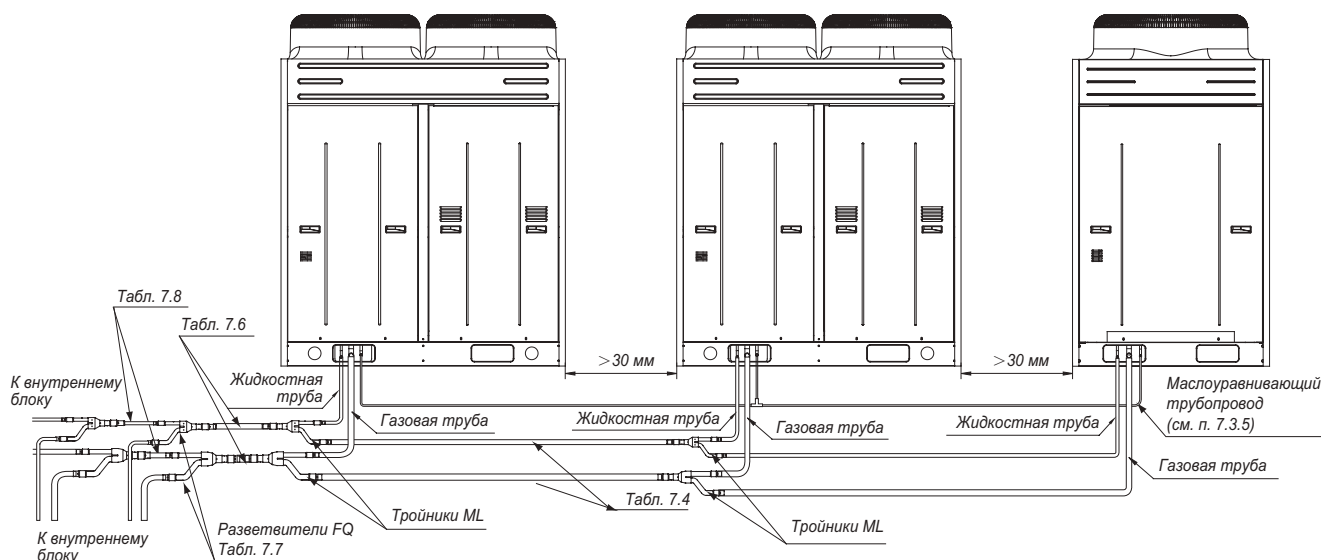

Рис. 7.2.
7.3.1. В системе Energolux SMZU\_V2AI для соединения наружных блоков в один модуль применяются тройники типа ML, а для подключения внутренних блоков – разветвители (рефнеты) типа FQ (рис. 7.2.).